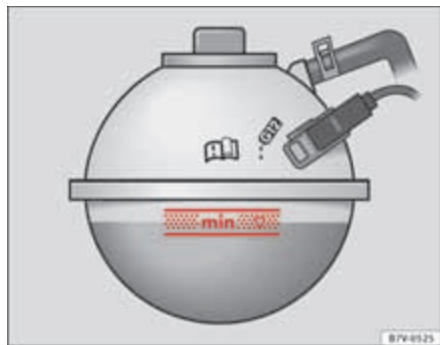

Fig. 168 En el vano motor: Marca en el depósito de expansión del líquido refrigerante.
- Con el motor en frío, verifique el nivel del líquido refrigerante mediante la marca lateral del depósito de expansión ⇒ fig. 168.
- El nivel del líquido refrigerante debe encontrarse dentro de las marcas grabadas en el depósito de expansión ⇒ fig. 168. **No rebase el borde superior de la zona marcada** ⇒ ⓘ.
- Añada líquido refrigerante sólo hasta el borde superior de la zona marcada ⇒ página 297, fig. 168. De lo contrario, al subir la temperatura el líquido sobrante saldrá por presión del sistema de refrigeración causando deterioros.